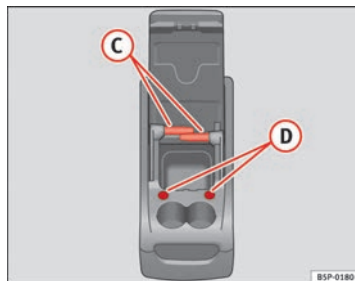

Fig. 114 Portaobjetos móvil. Funciones
Para utilizar la mesa (C) ⇒ fig. 114, se ha de extraer de su alojamiento en el lateral del portaobjetos móvil y colocarla en su alojamiento (D) ⇒ fig. 114 en la parte frontal del portaobjetos móvil.